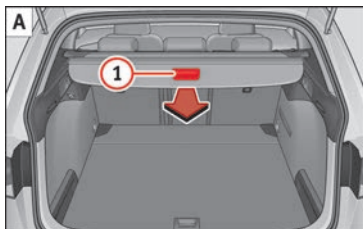

Fig. 161 Nel bagagliaio: srotolare e arrotolare il pianale portaoggetti.
• Tirare in modo uniforme all'indietro la maniglia di appiglio del pianale portaoggetti » **fig. 161** (1) **A** ed estrarla al massimo finché non si sente uno scatto.
• Premere la maniglia di appiglio del pianale portaoggetti nel senso della freccia, fino a sbloccarlo » **fig. 161** (1) **B**.